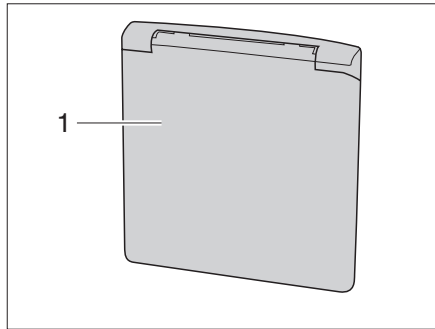

Fig. 13 Sportello per collegamento a 230 V
- ▶ Afferrare lo sportello esterno (Fig. 13,1) in basso e sollevarlo.